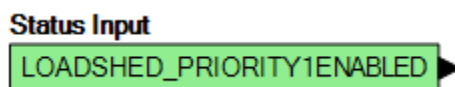

Figure 15-7. Entrée logique Charge de priorité 1 activée
À mesure que les générateurs disponibles sont mis en ligne, la capacité en kW en ligne augmente. Lorsque la capacité kW en ligne devient supérieure à la somme de la valeur Load kW d'un niveau de priorité de charge, de la valeur Add Reserve et de toutes les valeurs Add Reserve Bias activées pendant la durée du Add Delay, l'entrée logique correspondante (Figure 15-7) devient TRUE. après l'expiration du délai d'ajout de chargement. L'entrée TRUE peut être liée à une sortie qui peut à son tour fermer le disjoncteur à la charge correspondante, l'ajoutant ainsi au système. Les charges avec des numéros de priorité de charge inférieurs sont ajoutées en premier, en commençant à un (1). Une priorité de charge avec un nombre zéro (0) est désactivée et exclue des fonctions d'ajout/délestage de charge.